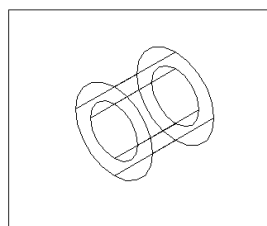

图 15-84
(29) 作圆柱体。单击  按钮或者在命令行直接输入 `cylinder`。底面圆心为 (0, 0, 0)，半径为 39，高度为 62，结果如图 15-84 所示。